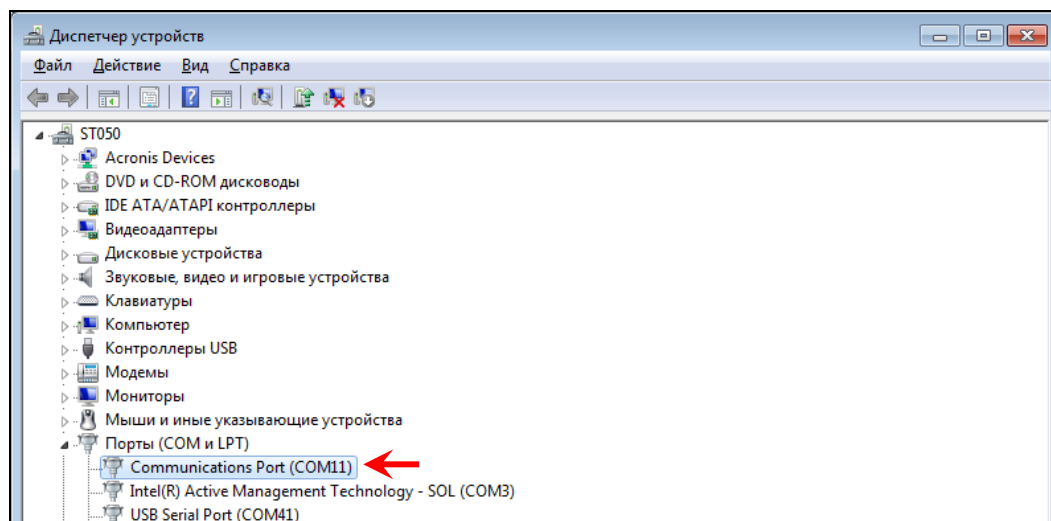

Рис. 1. Скриншот окна «Диспетчер устройств»
- ✓ установить драйвер для ИС-USB и проинсталлировать приложение «Центр управления А4». После установки драйвера в диспетчере устройств операционной системы «Windows» подключенный ИС-USB определится в виде виртуального COM-порта (см. рисунок 1).